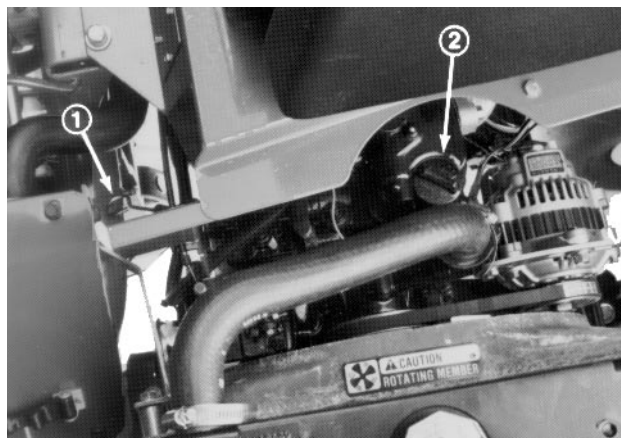

**Abbildung 1**
3. Sollte der Ölstand zu niedrig sein, die Kappe des Öleinfüllstutzens oben am Motor abschrauben (Abb. 1). Eine kleine Menge qualitativ hochwertiges, waschaktives Öl vom Typ SAE 30 or 10W-einfüllen, das der Norm CD des American Petroleum Institute—API entspricht und den Ölstand erneut messen. Solange fortfahren, bis der Ölstand die FULL (VOLL) Markierung am Meßstab erreicht hat. Nicht zuviel Öl einfüllen.